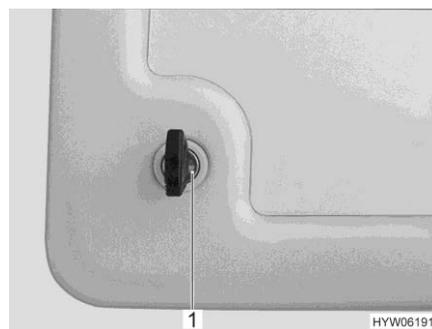
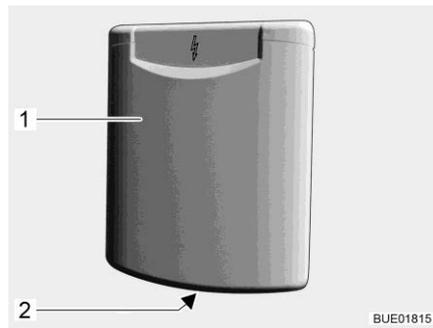

Fig. 78 Cierre a presión de la trampilla de servicio
Fig. 79 Cierre a presión de la trampilla de servicio (alternativa)
- Introducir la llave en el cilindro de cierre del cierre a presión bajo llave (Fig. 78,1 ò Fig. 79,1) y girarla un cuarto de vuelta. El cierre a presión está desbloqueado.
- Pulsar ambos botones de presión (Fig. 79,2) de los cierres a presión al mismo tiempo con los pulgares y abrir la trampilla de servicio.
- Introducir la llave en el cilindro de cierre del cierre a presión bajo llave (Fig. 78,1 ò Fig. 79,1) y girarla un cuarto de vuelta. El cierre a presión está bloqueado.